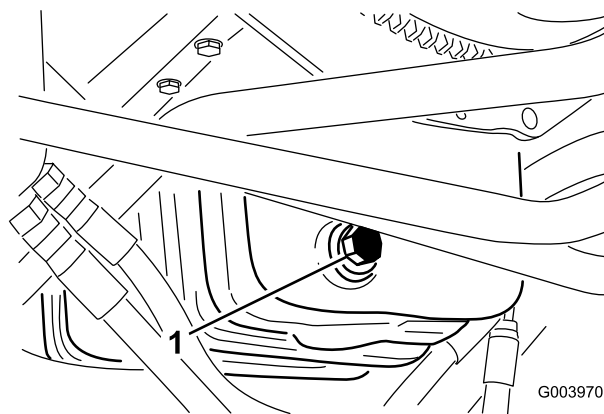

Figure 60
1. Retirez le bouchon de vidange (Figure 60) et laissez couler l'huile dans un bac de vidange.